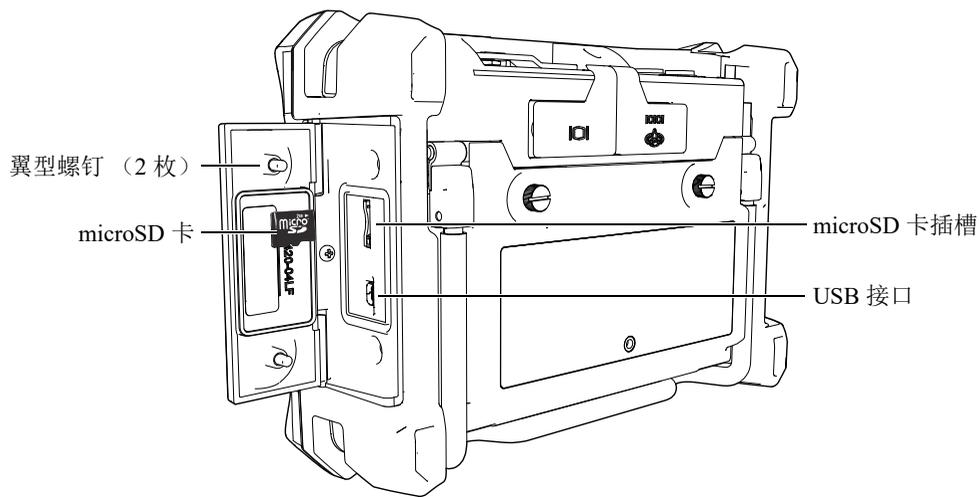

图 1-13 安装 microSD 卡
2. 拧松两个翼形螺钉，然后打开 NORTEC 600 仪器的输入 / 输出（I/O）舱盖（参见第 38 页的图 1-13）。